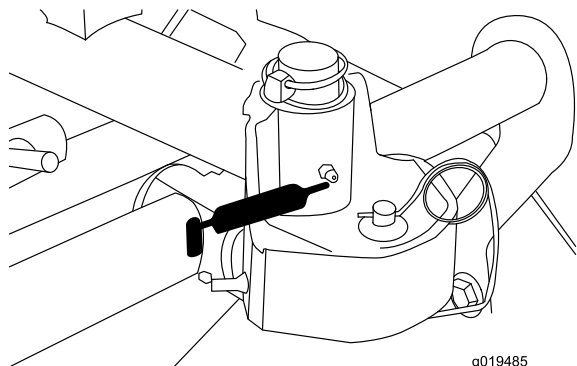

Рисунок 35
- Несущая рама и ось поворота режущего блока (2 шт.) (Рисунок 35)